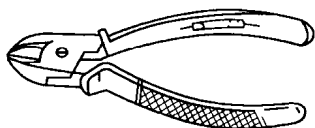

图 1-3 断线钳
(2) 断线钳。断线钳是用来剪断较粗的金属丝、线材和电线电缆等,如图 1-3 所示。